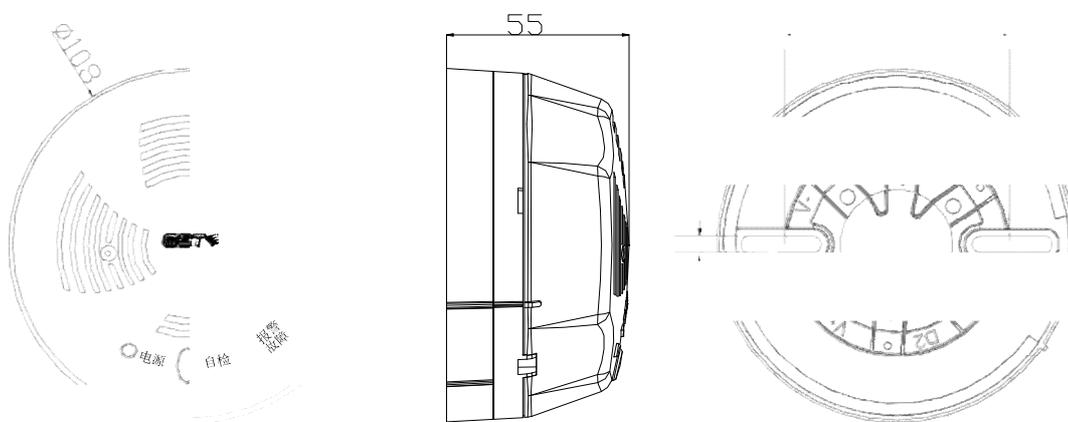

图 1-19
GST-BT (R) 001M 型点型可燃气体探测器由两部分构成: 探测器及底座, 示意图如图 1-19 所示。